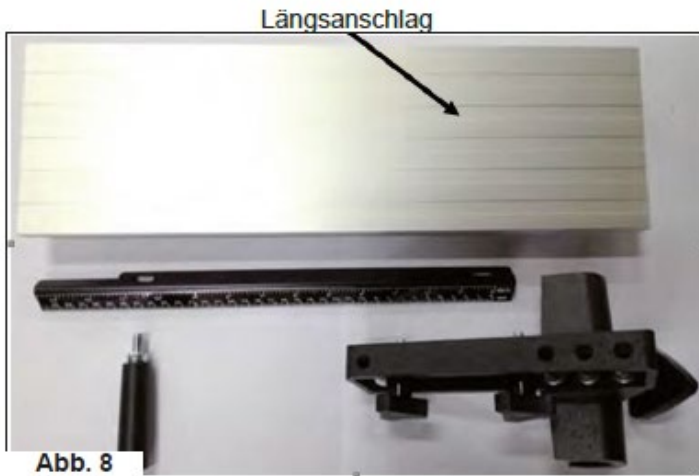

Abb. 8
- Montagehilfen für den Längsanschlag und den Arbeitstisch (Abbildung 8, 9, 10).